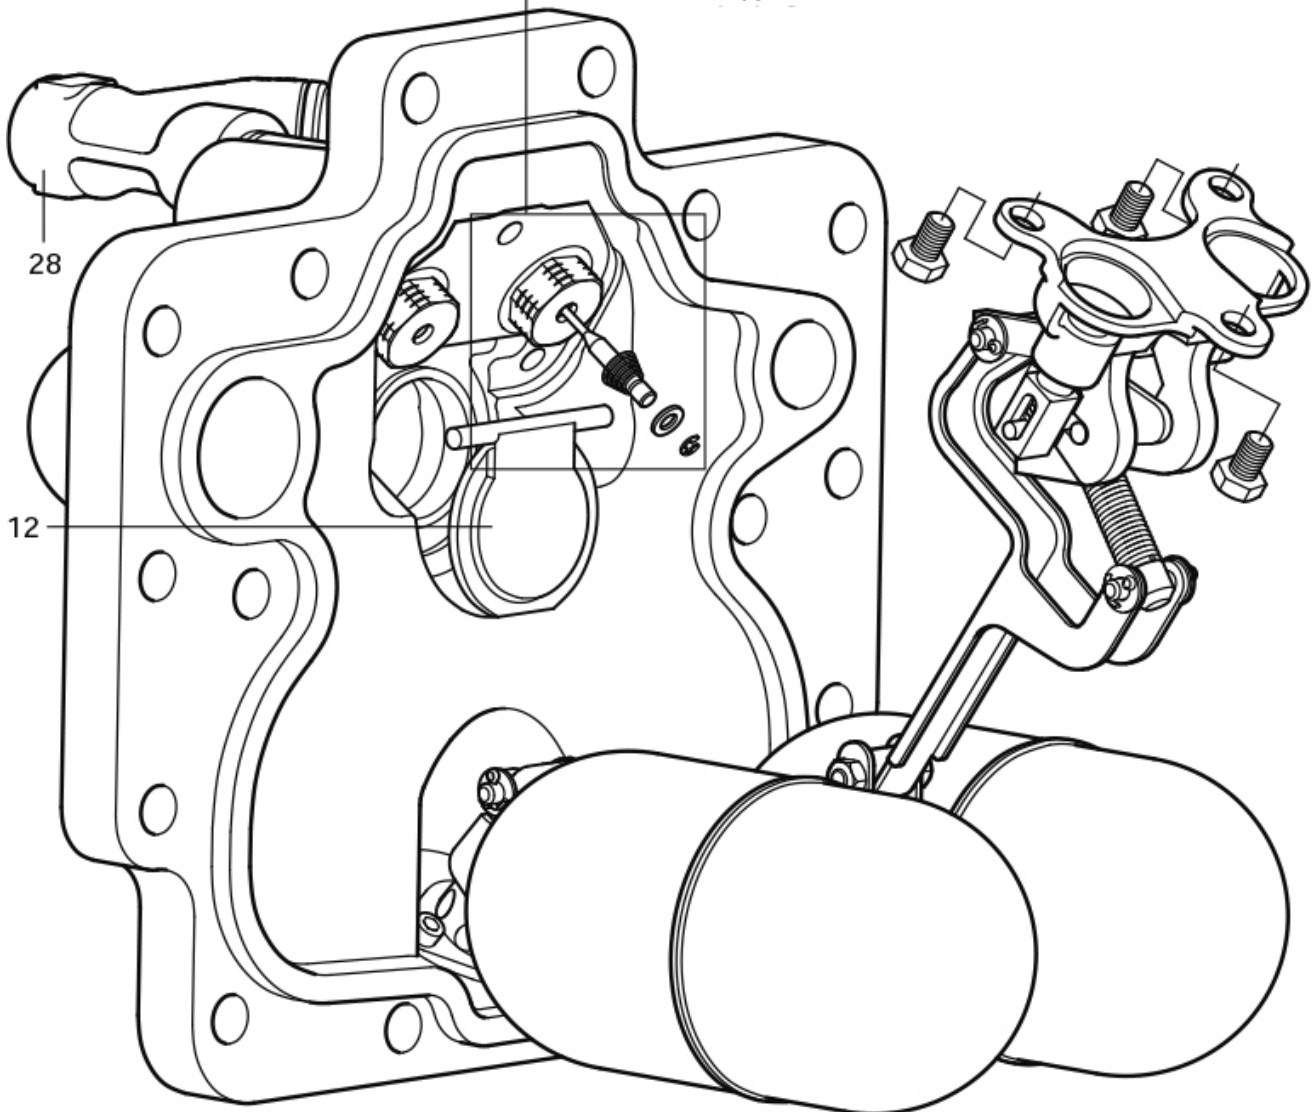

Fig. 21 - APT14
13. Reconnecter la ligne d'alimentation vapeur motrice et la ligne d'échappement respectivement sur les orifices repérés (S) et (E). L'APT 14, l'APT14HC ou l'APT14SHC est maintenant prêt pour une remise en service.
14. S'assurer que le filtre d'alimentation motrice Spirax Sarco (avec une mesh 100) est bien raccordé à l'alimentation motrice (Rep. 28, Figure 21).